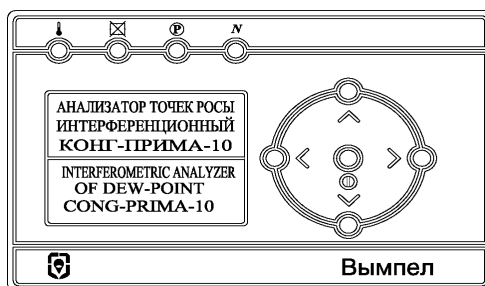
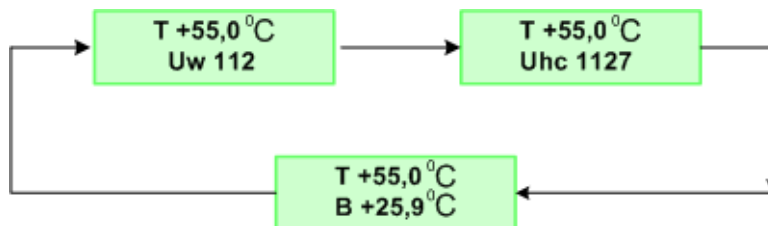

Рисунок 6
Рисунок 8
1.7.1 Вход в меню, перемещение по меню, изменение параметров осуществляется с помощью встроенной клавиатуры, расположенной на фронтальной панели ЦУБ (рисунок 6).
1.7.2 Раздел **Regime** (Режимы) содержит четыре подраздела, определяющих режимы работы и индикации анализатора. Выбор подраздела производится нажатием кнопки «**Λ**» или кнопки «**V**» и входом в него нажатием кнопки «**⓪**». Выход в основной режим индикации (см. рисунок 8) из любого подраздела производится двукратным нажатием кнопки «**◀**» (см. рисунок 6).
Параметры разделены на группы по функциональным признакам. Выбор необходимой группы производится нажатием кнопки «**Λ**» или кнопки «**√**» и входом в него нажатием кнопки «**⓪**». Выход в основной режим индикации (см. рисунок 8) из выбранной группы параметров производится двукратным нажатием кнопки «**◀**».
При входе в режим очистки на индикаторе отображаются (рисунок 8):
При воздействии магнитным ключом на нижнюю кнопку «▼» включается режим очистки зеркала, в котором конденсационное зеркало прогревается до заданной температуры. При входе в данный раздел на индикаторе отображаются (рисунок 8):
В случае перегрева корпуса выше критической температуры (45 °С) или нарушения стабильности сигнала (загрязнения датчика) загораются, соответственно, индикатор перегрева или индикатор загрязнения (в прерывистом режиме) на панели ЦУБ (см. рисунок 6) и осуществляется прогрев ЧЭ ПТР (55 °С) до восстановления работоспособности.